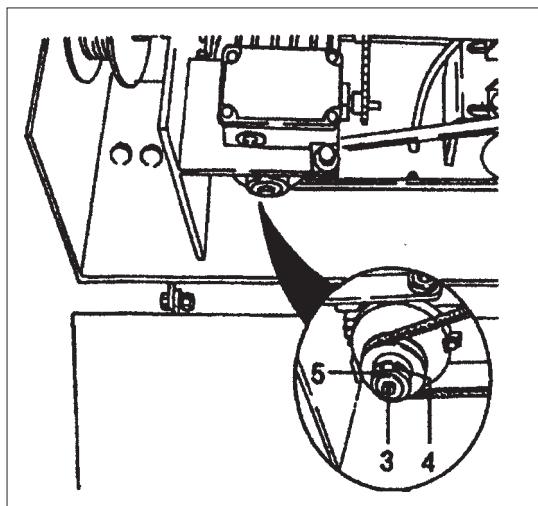

Fig. 5
- If adjustment of the limiter is incorrect, slacken the locking screws (item 4, fig. 5).
- Tighten the adjustment nut (item 5).
- Tighten the locking screws (item 4).
- If necessary, tighten the bolt (item 3).
- Wenn die Rutschkupplung falsch eingestellt ist, die Befestigungsschrauben (Pos. 4, Abb. 5) lockern.
- Если ограничитель отрегулирован неправильно, ослабьте винт зажима (поз. 4, рис.5).
- Se la regolazione del limitatore è scorretta, allentate la vite di serraggio pos.4, fig. 5).
- Stringete il dado di regolazione (pos. 5).
- Stringete la vite di bloccaggio (pos.4).
- Se necessario, stringete saldamente il bullone (pos.3).